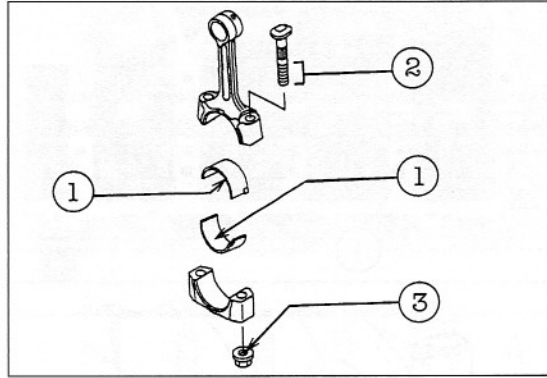

Bild 245
- MoS₂-Fett auf Gewinde ② (Bild 245) auftragen. Mess-Streifen einlegen und Lagerdeckel aufsetzen. Pleuelstangen nicht mehr drehen, bis Lagerdeckel abgenommen sind!